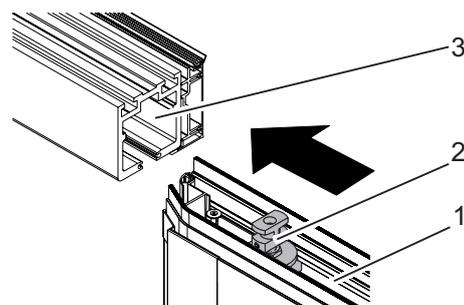

Fig. 14: Accrochage de l'élément dans le rail de roulement
3. Glisser l'élément fixe (Fig. 14/1) avec le premier support (Fig. 14/2) dans le rail de roulement (Fig. 14/3).
1. Si cela n'est pas encore fait, enlever la pièce de maintenance (fig. 14/1).